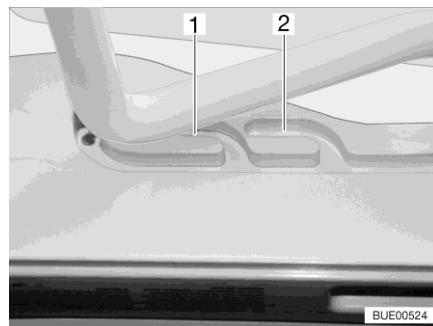
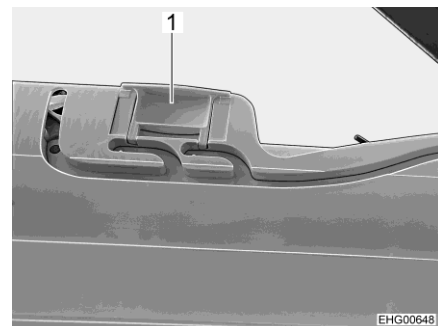

Fig. 24 Guida (posizione di ricircolo d'aria)
Fig. 25 Bloccaggio (posizione di ricircolo d'aria)
È possibile portare l'oblò Heki in due posizioni di ricircolo d'aria: Posizione brutto tempo (Fig. 24,1) e posizione centrale (Fig. 24,2). A seconda del modello, l'oblò può essere bloccato sulla posizione centrale del suo telaio con i due chiavistelli (Fig. 25,1) di sinistra e destra.
- Premere la staffa leggermente verso l'alto, spingerla nella guida selezionata (Fig. 24,1 o 2) ed eventualmente bloccarla.